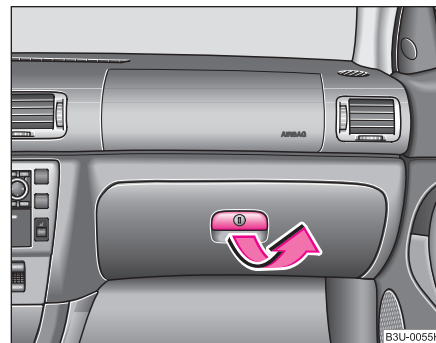

Fig. 94 Tabloul de bord: Compartimentul de depozitare
- Trageți mânerul din capac în sensul indicat de săgeata ⇒ fig. 94 și deschideți capacul în jos.